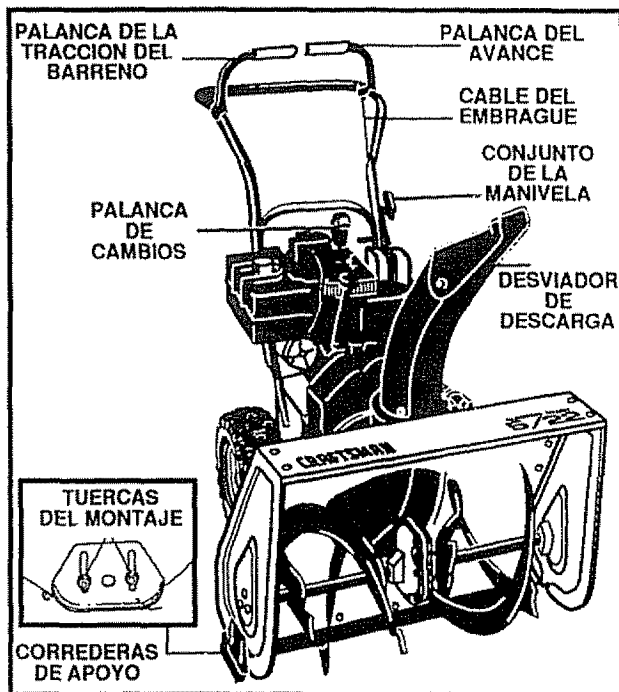

FIG. 2
- Este equipo cuenta con una corredera de apoyo (vea la Fig. 2) colocada en la parte exterior del alojamiento del barrenado. Para ajustar la corredera de apoyo a condiciones diferentes, consulte la sección "Ajuste de la corredera de apoyo" en la página 20.